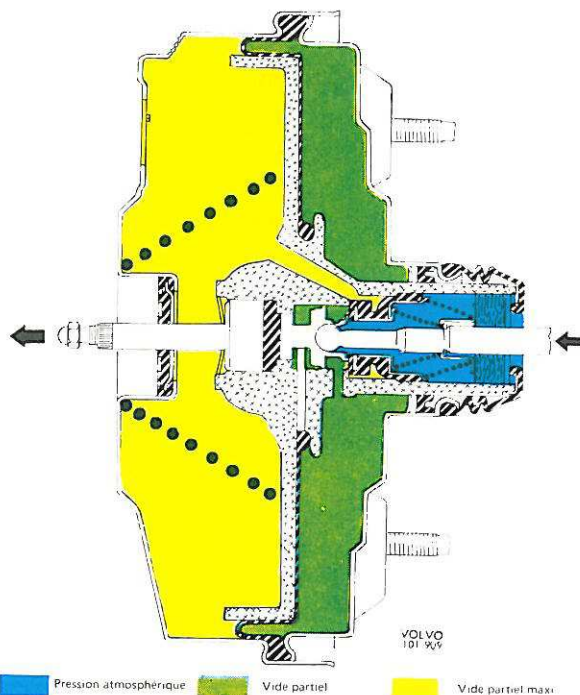

Figure 84. Freinage partiel
A une pression inférieure sur la pédale de frein, le processus se déroule au début comme ce qui a été décrit ci-dessus. En cours de freinage, la pression hydraulique dans le maître-cylindre augmente, de même que la contre-pression exercée sur la tige-poussoir avant de la servocommande. La pression exercée par le boîtier de commande est transmise à la tige-poussoir avant par la partie périphérique du disque de réaction. Ce disque étant en caoutchouc, sa partie périphérique sera comprimée alors que la partie centrale, non déformée, s'appuie sur le piston, voir figure 84. Le boîtier de commande sera donc plus repoussé vers la gauche que le piston, ce qui fait que le siège de ce dernier vient s'appuyer sur la valve pour fermer et couper l'alimentation en air atmosphérique. La pression à droite de la membrane reste constante et n'arrive pas à vaincre la contre-pression hydraulique du maître-cylindre. Les pièces mobiles de la servocommande s'arrêtent donc dans cette position et l'on obtient ainsi un effort de freinage constant aussi longtemps qu'on maintient la même pression sur la pédale.
Par contre, si l'on relâche un peu la pédale de frein, le centre du disque de réaction peut se gonfler un peu plus et le piston éloignera la valve de la butée dans le boîtier de commande, mettant ainsi en communication les deux compartiments situés de part et d'autre de la membrane. La pression s'équilibre, le boîtier de commande est repoussé vers la droite par la pression du ressort (2) et l'effort du freinage diminue. Il en résulte que même la force de compression du disque de réaction diminue, le piston peut revenir à la position indiquée sur la figure 84 et l'on obtient une nouvelle position d'équilibre. Si l'on relâche com-